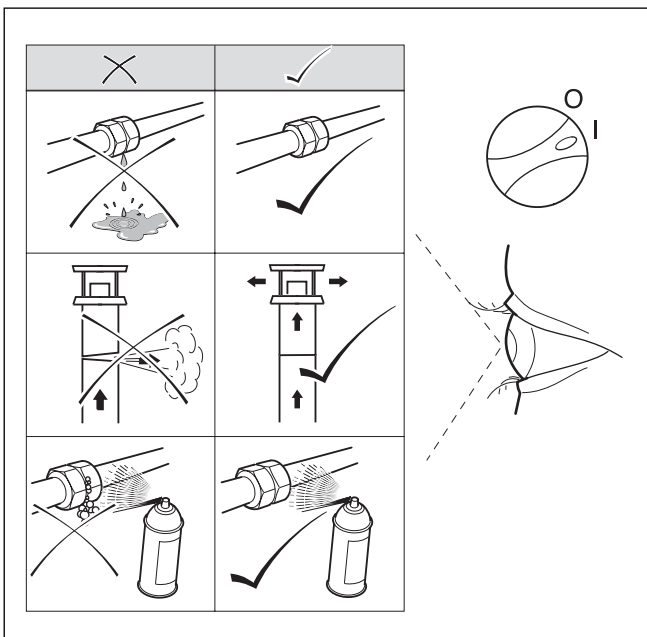

Abb. 6.9 Funktionsprüfung
- Prüfen Sie die Gas-Zuleitung, die Heizungsanlage und die Warmwasser-Leitungen auf Dichtheit (siehe Abb. 6.9).